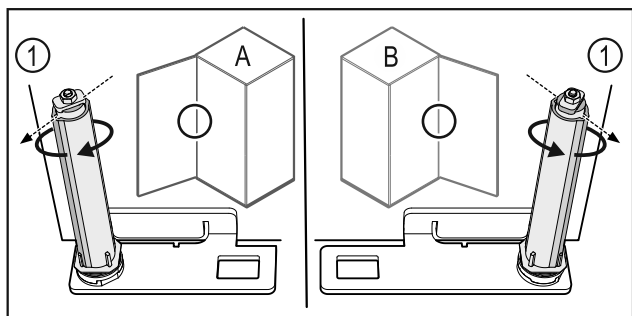

Fig. 56 Battuta a sinistra (A) / battuta a destra (B)
- ▶ Ruotare il sistema di chiusura contro la resistenza fino a quando la sporgenza del sistema di chiusura Fig. 56 (1) non è rivolta verso l'esterno.